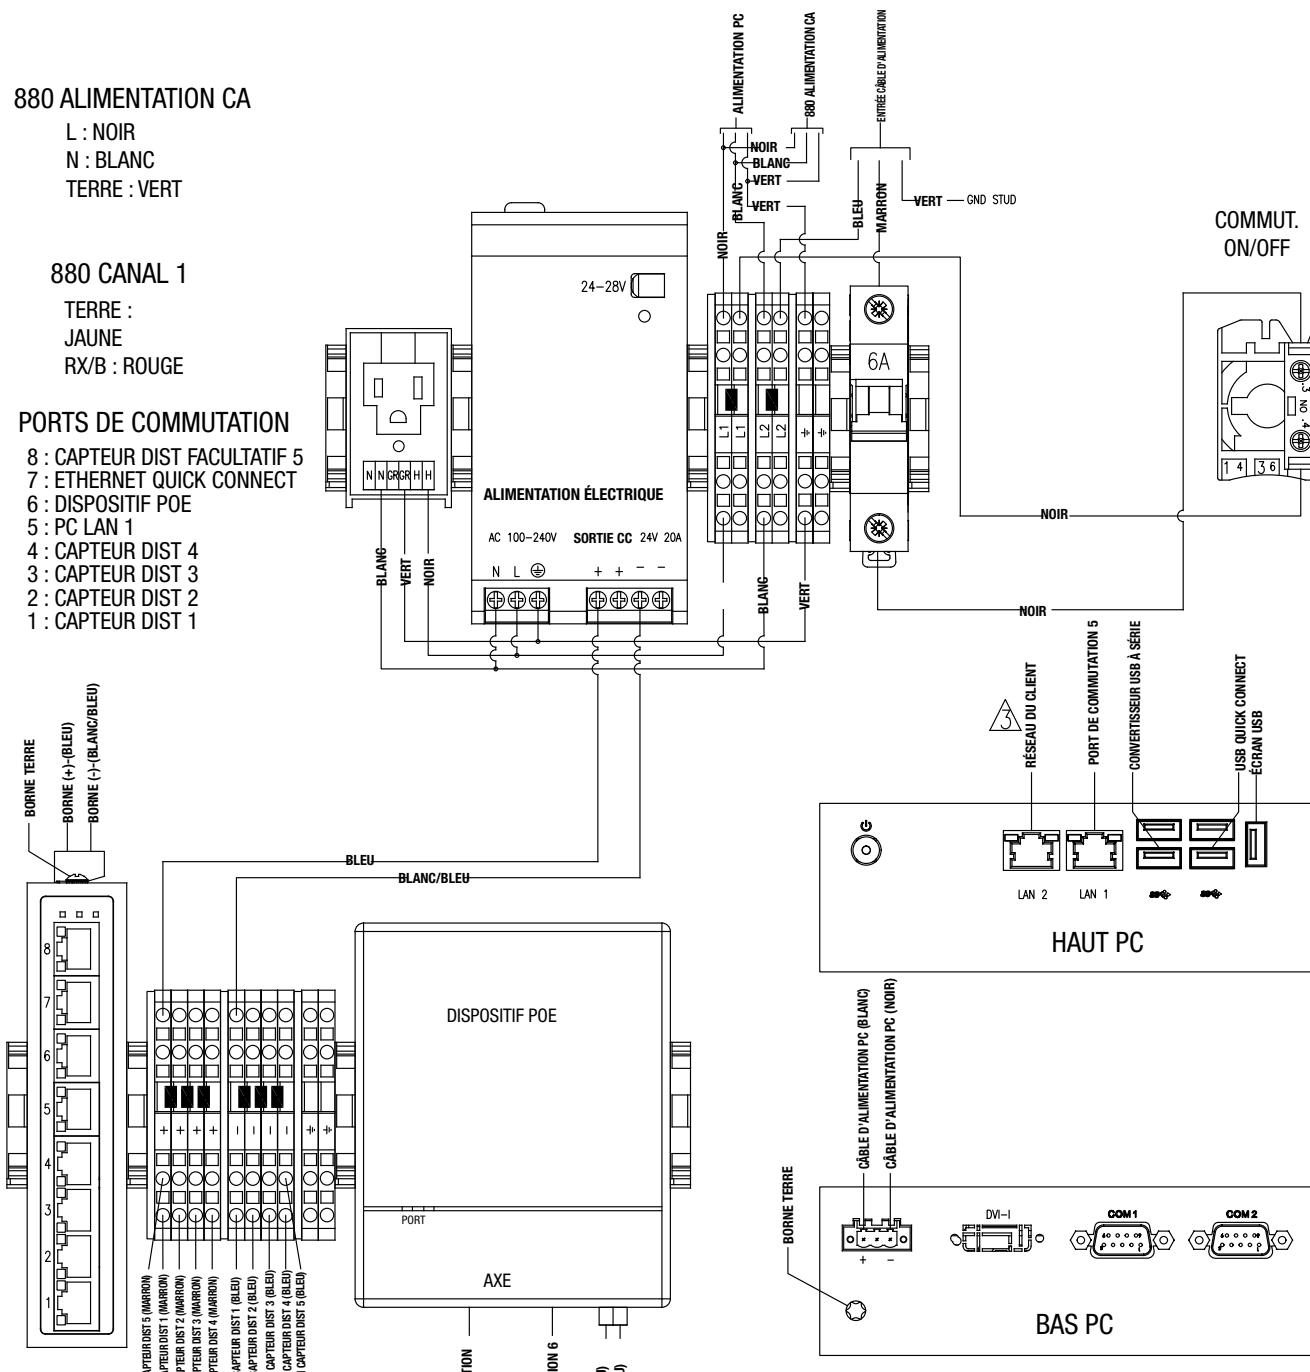

Figure 3-20. Schéma de câblage 880
8. Dénudez et connectez le câble « homerun » de la balance SUMMIT 3000 à l'indicateur (Figure 3-20 pour indicateur 880 et Figure 3-21, page 27 pour indicateur 1280).